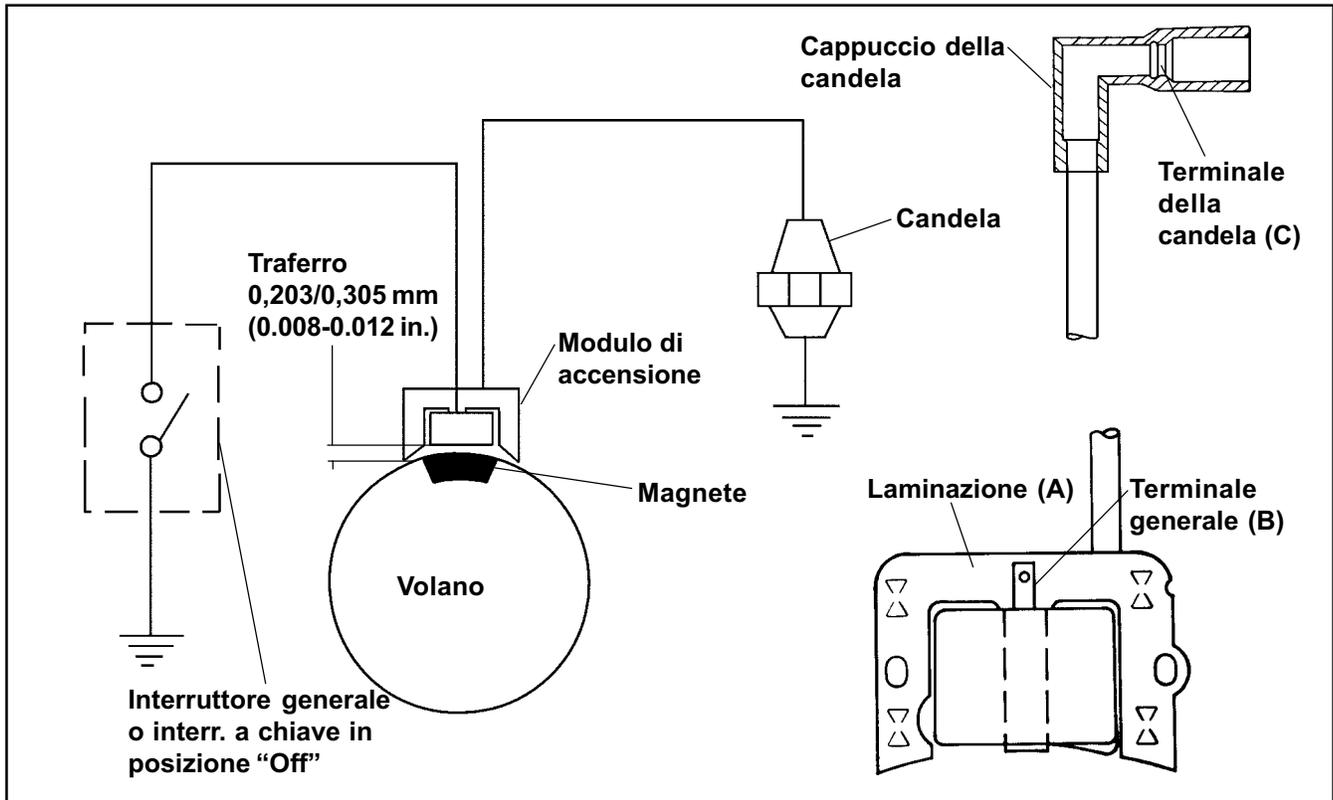

Figura 7-2. Impianto di accensione elettronico CD.
4. Misurare la resistenza del secondario del modulo con un ohmmetro (vedere Figura 7-2 e 7-5): Azzerare l'ohmmetro prima del test. Collegare un cavo dell'ohmmetro alle laminazioni (A). Collegare l'altro cavo al terminale della candela (C) del cavo di alta tensione. Con i cavi dell'ohmmetro collegati in questo modo, la resistenza del secondario deve essere 7.900-18.400 Ohm . NOTA: Questo test non può essere effettuato se il modulo non ha mai funzionato.	4. Se la resistenza è bassa o 0 Ohm , il secondario del modulo è cortocircuitato. Sostituire il modulo.* Se la resistenza è alta o infinita , il secondario del modulo è aperto. Sostituire il modulo.* Se la resistenza rientra nel range indicato, il secondario del modulo è OK. *Per le procedure complete di rimozione ed installazione del modulo di accensione, fare riferimento alle sezioni Smontaggio e Riasssemblaggio.